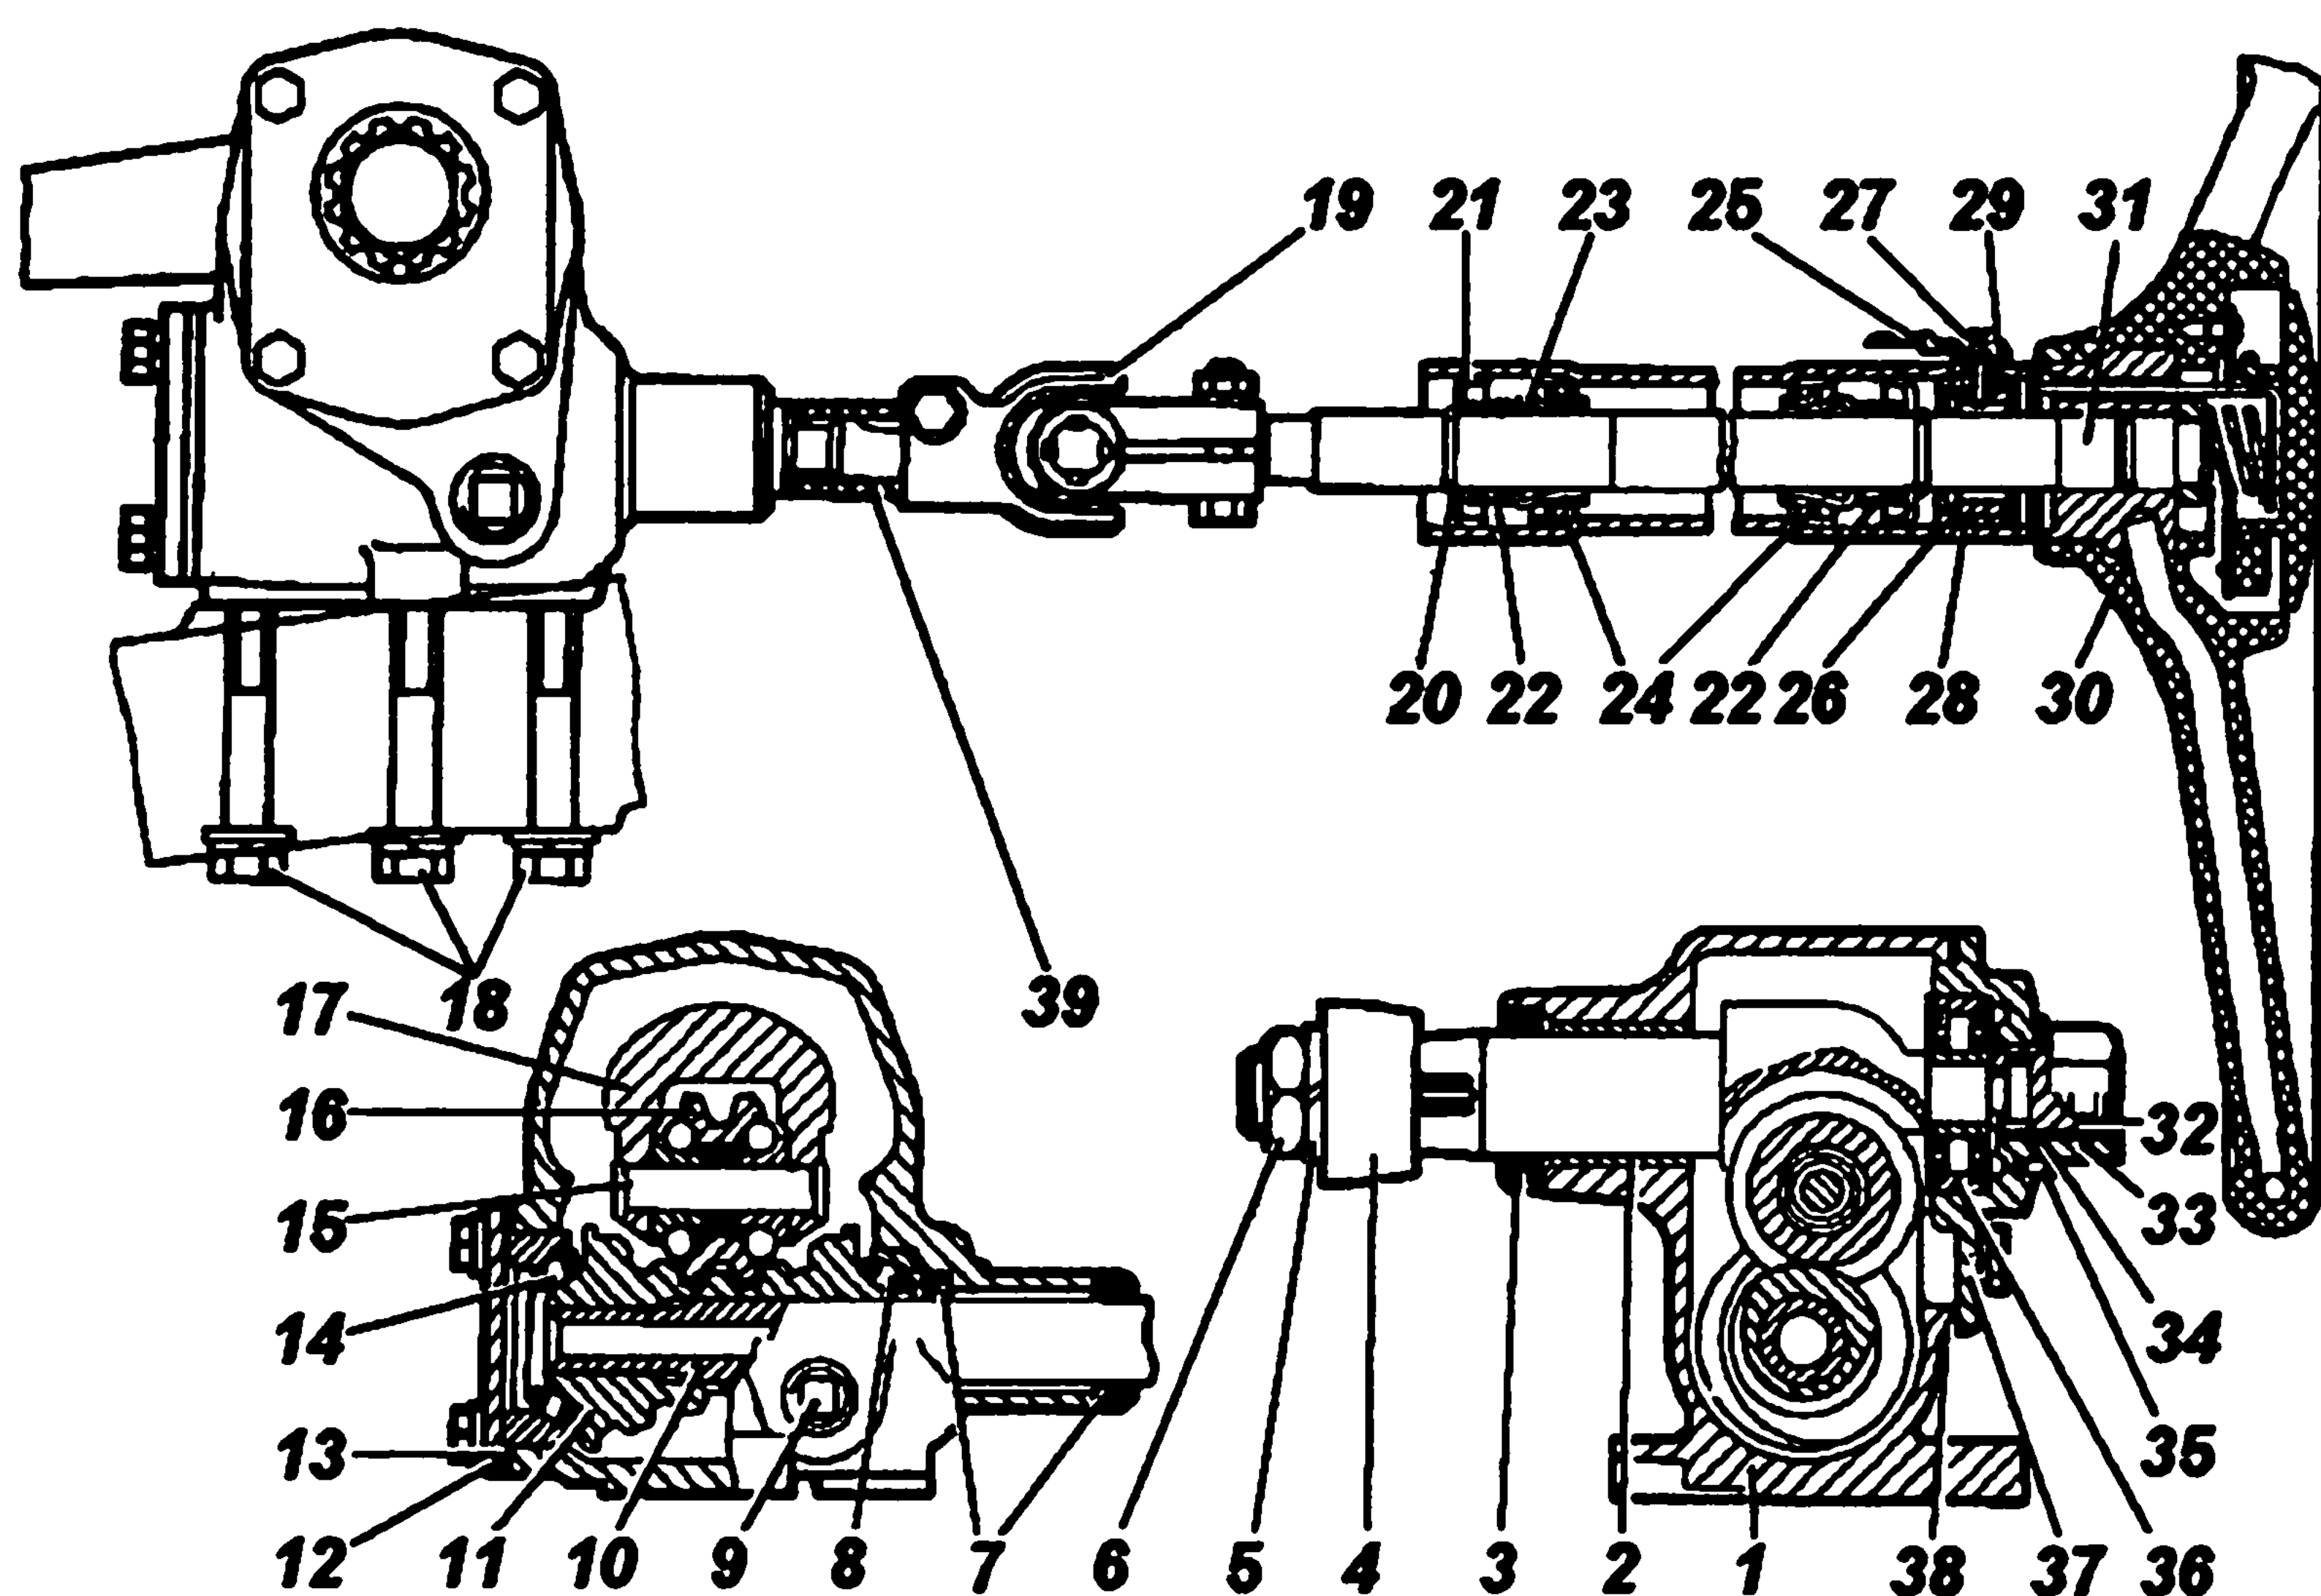

Рис. 92. Рулевой механизм типа глобоидальный червяк с двухгребневым роликом:
При появлении стука в рулевой колонке (рис. 92 и 95а) необходимо снять рулевое колесо и проверить наличие стопорных колец разжимных втулок в канавках вала. Для рулевой колонки без противоугонного устройства (рис. 92) необходимо предварительно ослабить гайки кронштейна ее крепления, подтянуть колонку вверх и проверить состояние резиновой втулки. На появление стука в колонке влияет также ослабление крепления кузова к раме.
Регулировку затяжки подшипников червяка производить с помощью прокладок 13 (рис. 92), установленных между картером и нижней крышкой картера рулевого механизма, в следующей последовательности:
3. Отвернуть колпачковую гайку и снять стопорную шайбу 34 со штифта 35 (рис. 92).